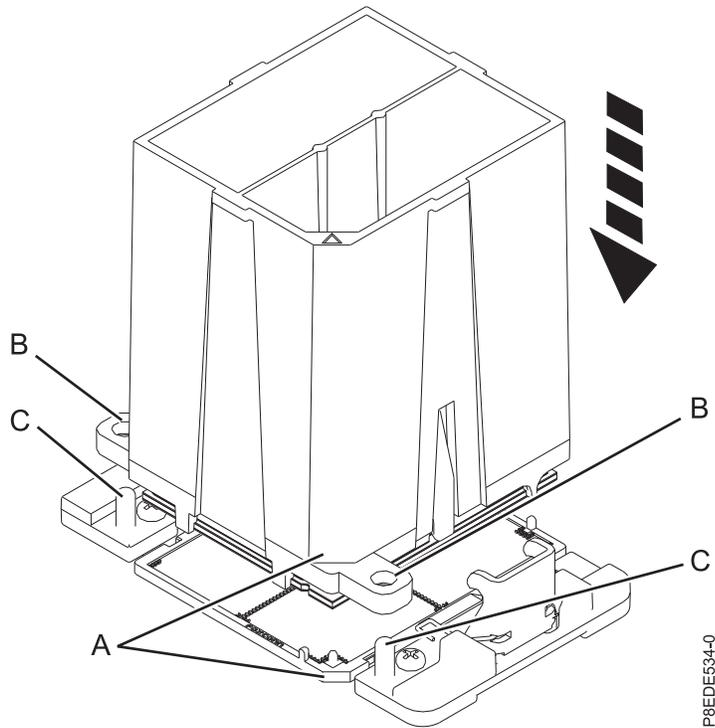

図 129. システム・プロセッサ・モジュールの取り付け
- b. ツールとシステム・プロセッサ・モジュールを下げて、ソケットに乗せます。ツールの斜めになっている角 (A) を、ソケットの斜めになっている角と位置合わせします。2 つのガイド・ピン (C) をツールの両側にある位置合わせ穴 (B) に差し込みます。傾けないように注意して、ツールを水平に下ろします。 116 ページの図 129 を参照してください。